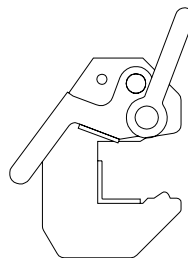

Abb. 19.3
1. Zuerst Sicherheitshebel soweit wie möglich öffnen (Abb. 19.3).